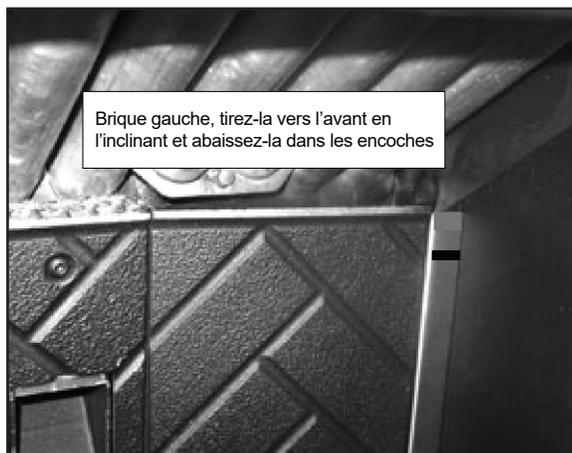

Figure 28.1
3. Soulevez légèrement et tirez vers l'avant le bord droit de la brique jusqu'à ce qu'il s'arrête et se mette en place dans les encoches supérieure et inférieure du support droit. **Figures 28.1 et 28.2.**